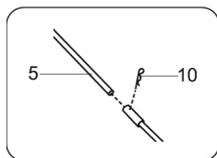

Рис. 7
- Совместите отверстия на ручке (5) с отверстиями на штоке поворота выпускного желоба. Вставьте штифт (10) (Рис. 7).